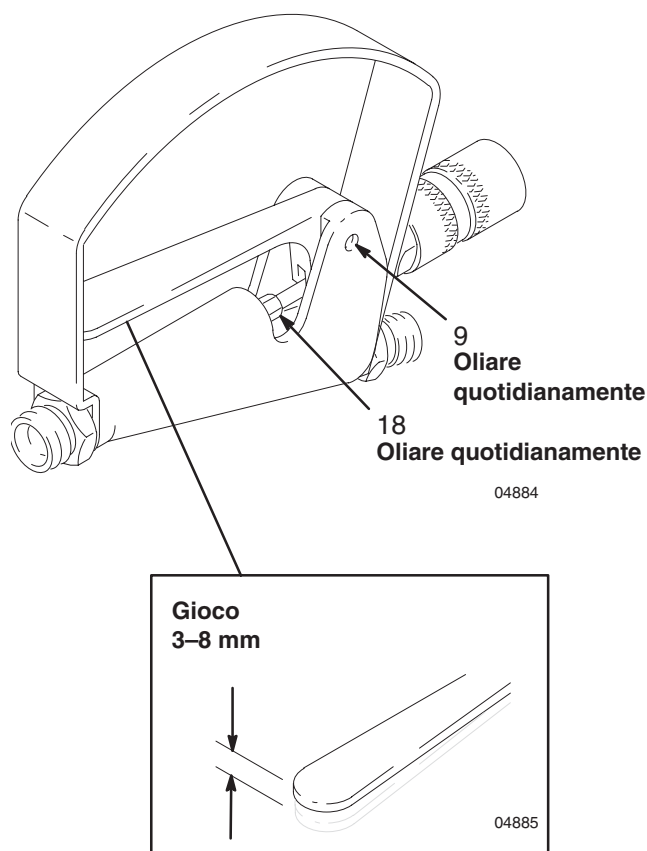

Fig. 3
Oliare la parte esposta dell'asta della valvola (18) ed azionare il perno. Vedere Fig. 3.
Per verificare la regolazione dell'ago, inserire la sicura (4) e controllare il "gioco" del grilletto. Dovrebbe essere di 3–8 mm. Vedere Fig. 3. Se non lo è, regolare l'ago come riportato di seguito.
2. Svitare il gruppo della sicura (4).
3. Tenere il dado di regolazione (13) con una chiave regolabile. Fare riferimento all'elenco delle parti a pagina 12. Avvitare poi il coperchio a vite (1) con qualche giro nel dado di regolazione.
4. Spingere il dado di regolazione (13) in avanti quanto più possibile e verificare che il gioco sia pari a 3–8 mm. Vedere Fig. 3. Regolare la vite secondo necessità e stringere il dado di regolazione.
5. Avvitare la sicura (4) nella valvola.
1. Lubrificare l'albero dell'asta (18) levigato. Inserire l'estremità filettata dell'asta nella parte anteriore della valvola e farla passare sulla parte posteriore.
2. Uno per volta, far scorrere i premistoppa maschi (12) e le sei guarnizioni a V (10) [con i bordi delle guarnizioni a V verso la parte anteriore della valvola] sull'asta della valvola e farli scorrere nella cavità della guarnizione. Inserire il premistoppa femmina (11); premerlo delicatamente nella cavità della guarnizione per sistemare le guarnizioni.
3. Avvitare la vite premiguarnizioni (14), non completamente, nella cavità.
4. Installare il grilletto (15) ed il perno (9).
5. Posizionare una rondella (2) sull'asta della valvola ed avvitarsi sopra il dado premiguarnizioni (13).
6. Tenere il dado di regolazione (13) con una chiave regolabile. Avvitare poi il coperchio a vite (1) con qualche giro nel dado di regolazione.
7. Spingere il dado di regolazione (13) in avanti quanto più possibile e verificare che il gioco del grilletto sia pari a 3–8 mm. Vedere Fig. 3. Regolare la vite secondo necessità e stringere il dado di regolazione.